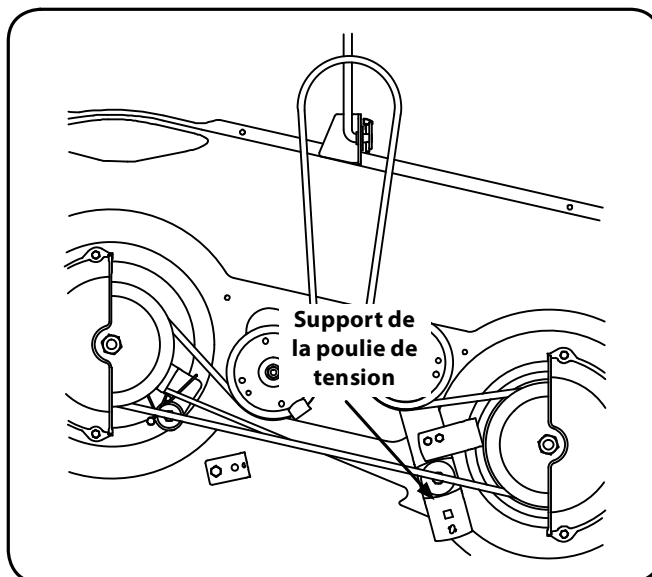

Figure 7-2
**REMARQUE:** Si la tension de la poulie est trop importante pour permettre son démontage facile de l'embrayage de la prise de force électrique, insérez soigneusement une clé à cliquet de 3/8 po dans le trou carré qui se trouve sur le support gauche de la poulie de tension. Faites ensuite pivoter la clé à cliquet vers la gauche du tracteur pour détendre la courroie. Voir la Figure 7-2.